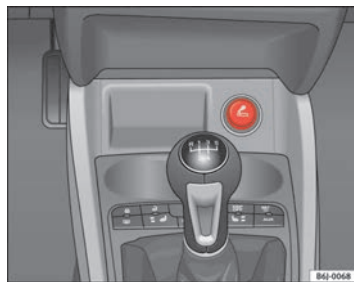

Fig. 81 Accendisigari
- Premere il pulsante dell'accendisigari ⇒ fig. 81 per attivarlo ⇒ .